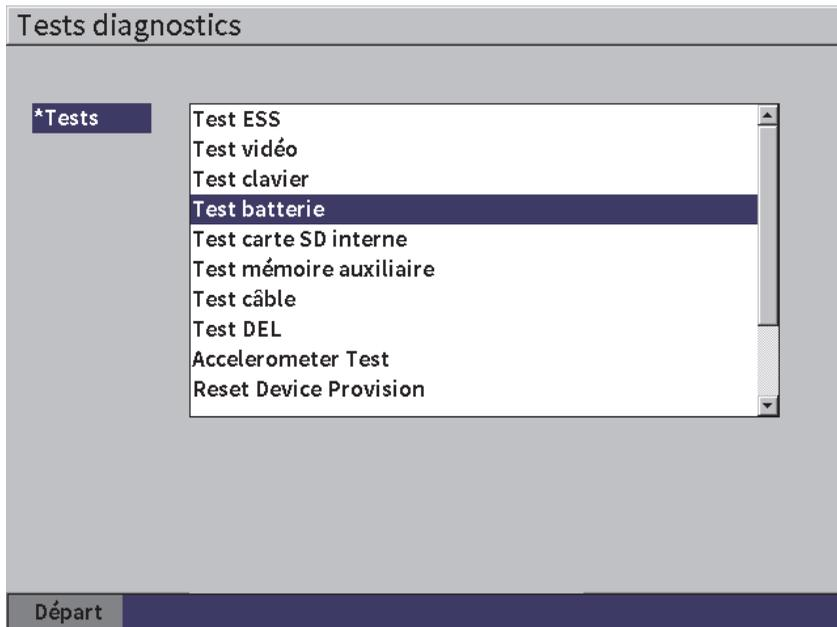

Figure 5-15 Page de réglage des tests diagnostics
1. Sélectionnez l'icône  pour ouvrir la page de réglage des **Tests diagnostics** (voir Figure 5-15 à la page 79).